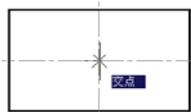
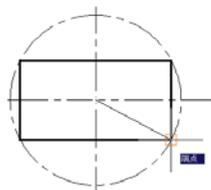

图 3.5.14 输入命令 INT 捕捉交点
图 3.5.15 自动捕捉端点
Step7. 绘制图 3.5.8 所示的圆。选择下拉菜单 **绘图(D) → 圆(C) → 圆心、半径(R)** 命令；在命令行输入 **INT** 并按 **Enter** 键，然后将鼠标光标移至图 3.5.14 中的两条中心线的交点附近，当出现“交点”提示时单击（由此定义圆的圆心点）；将鼠标光标移至图 3.5.15 中的矩形角点附近，当出现“端点”（或“交点”）提示时单击（由此定义圆的半径）。